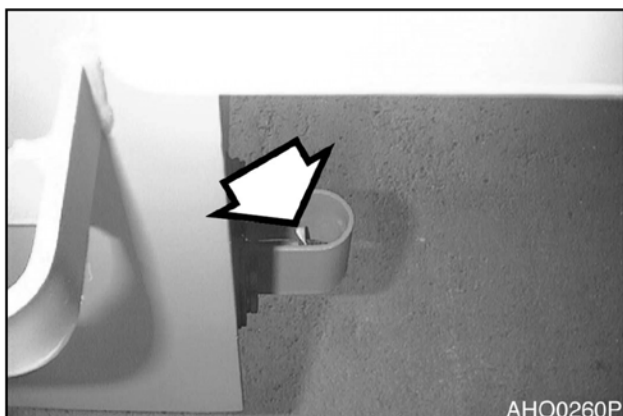
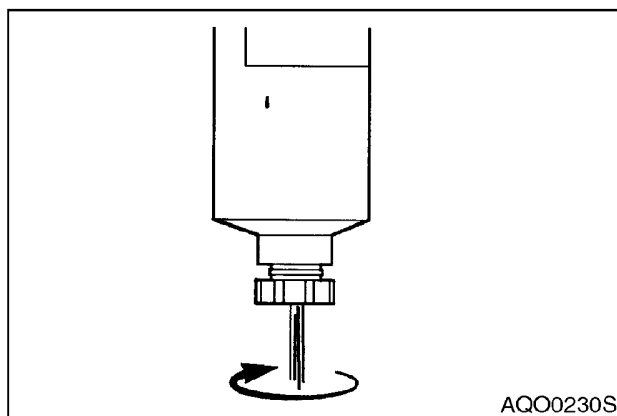

Рис. 15
Рис. 16
1. Откройте сливной клапан топливного бака. См. рис. 15. Слить воду и осадок из топливного бака. Открыть также сливы первичного и вторичного топливных фильтров и слить воду и осадок. См. рис. 16. Собрать слив в емкость. Надлежащим образом утилизировать слив.